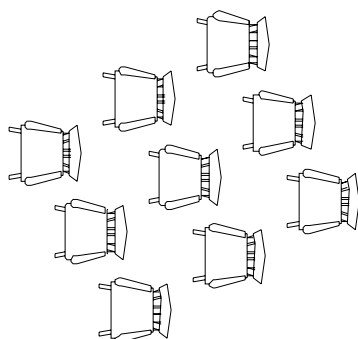

图 5-15 行间距和列间距的设置结果
2) 改变系统变量 **Snapang** 的值, 改变捕捉和网格的方向, 再用 **Array** 命令中的矩形(R)选项阵列复制时, 可复制成沿一定角度阵列对象。先将 **Snapang** 的值设置为  $30^\circ$ , 然后用 **Array** 命令中矩形(R)选项, 行间距和列间距的设置同上面的操作。结果如图 5-15 所示。